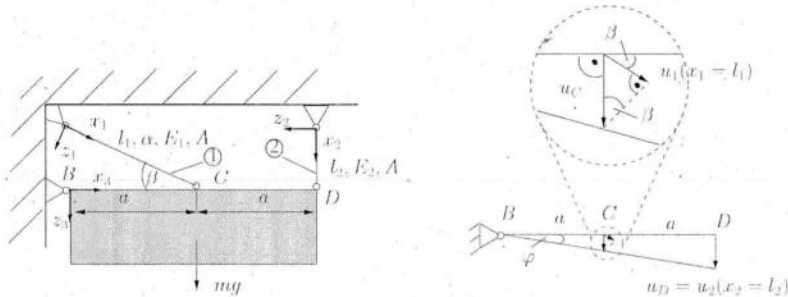
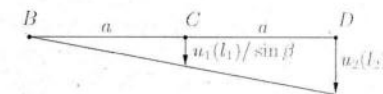

Abbildung 4.1: Gelenkig gelagerter starrer Körper (links) und Zwangsbedingung für die Verschiebungen (rechts)
Abbildung 4.3: Verlauf der Verschiebung $u(x)$
Ein starrer Körper der Masse m wird mit einem gelenkigen Lager und zwei gelenkig gelagerten elastischen Stäben gehalten (Abb. 4.1 (links)). Lediglich Stab 1 kann sich mit dem thermischen Ausdehnungskoeffizienten α thermisch ausdehnen. Die Masse der Stäbe ist vernachlässigbar. Ohne Wirkung des Gewichts des starren Körpers und ohne Temperaturänderungen hängt der Körper horizontal. Die Umgebungstemperatur ändert sich um $\Delta\theta$. Gegeben sind weiterhin die E-Moduln $E_1 = 2E$ und $E_2 = E$, A , l_1 , l_2 , a , g , $\beta = 30^\circ = \frac{\pi}{6}$, $\sin \beta = \frac{1}{2}$, $\cos \beta = \frac{1}{2}\sqrt{3}$.
- 4.3) Ermitteln Sie anhand der in Abb. 4.1 (rechts) dargestellten kinematischen Zwangsbedingung die Beziehung zwischen $u_1(x_1 = l_1)$ und $u_2(x_2 = l_2)$.
ähnlichen Dreiecken (Abb. 4.3) und Abb. 4.1(rechts) folgt: